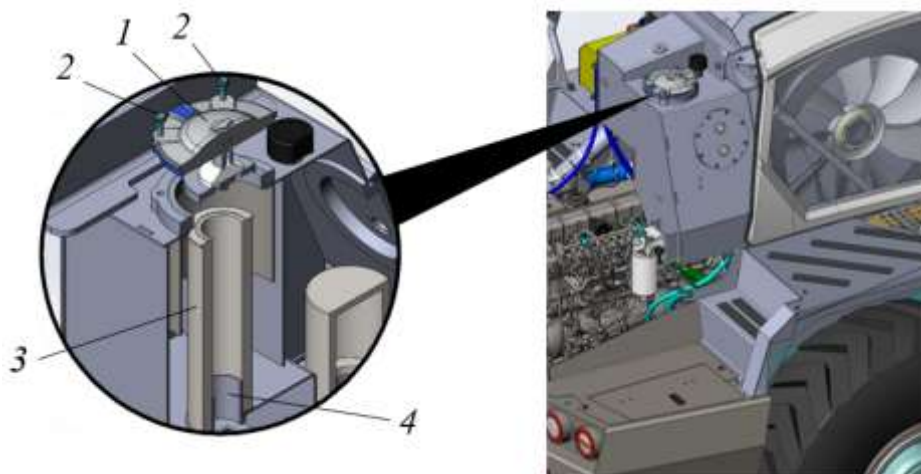

Рисунок 5.41. Процедура замены фильтрующего элемента в сливной линии
- ▶ Очистить крышку фильтра 1 и зону рядом с ней от загрязнений, см. рис. 5.41.
- ▶ Установить новый фильтрующий элемент 3 с уплотнительным кольцом на фланец 4, см. рис. 5.41.
- ▶ Закрепить крышку фильтра 1 на баке используя болты с шайбами 2, см. рис. 5.41. болты затянуть моментом 41...46 Н*м.